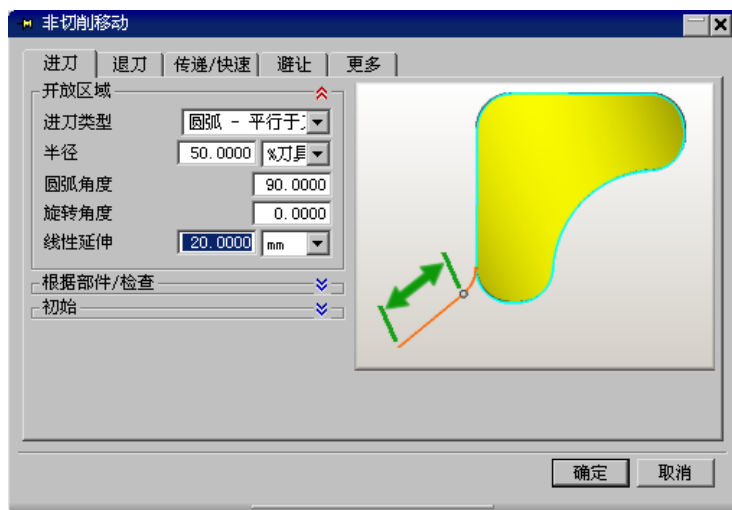

图 5.5.8 “进刀”选项卡
Step2. 单击“非切削运动”对话框中的 **进刀** 选项卡, 设置图 5.5.8 所示的参数, 完成后单击 **确定** 按钮, 系统返回到“可变流线”对话框。